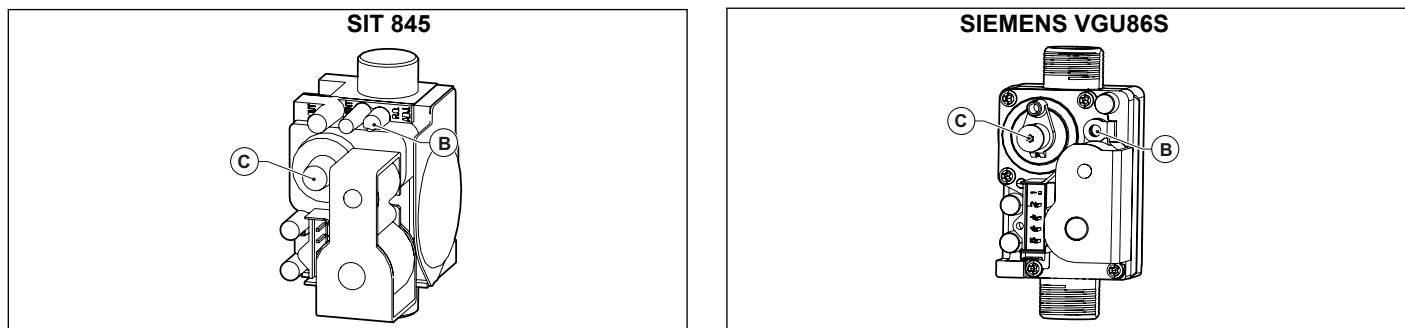

Fig. 36
- Reglăți valoarea dioxidului de carbon (CO2) din gazele arse, rotind regulatorul de raport B (vezi Fig. 36 *Reglarea valvei de gaz*) și asigurați-vă că reintră în limitele din Tab. 17 Valori ale CO2 în gazele arse la pagina 67. Lăsați centrala în modul curățare și treceți la pasul următor de reglare la puterea minimă.
- Reglăți valoarea dioxidului de carbon (CO2) din gazele arse, rotind regulatorul C (vezi Fig. 36 *Reglarea valvei de gaz*) și asigurați-vă că reintră în limitele din Tab. 17 Valori ale CO2 în gazele arse.
- Rotiți regulatorul de raport B (a se vedea Fig. 36 Reglarea valvei de gaz) pentru a regla valoarea oxigenului (O₂) din gazele de ardere până când aceasta se încadrează în limitele Tab. 19 Valorile de O₂ în gazele de ardere.
- Verificați dacă valoarea monoxidului de carbon (CO) din gazele de ardere la putere maximă este sub limita de la Tab. 19 Valorile de O₂ în gazele de ardere.
- Rotiți regulatorul de offset C (a se vedea Fig. 36 Reglarea valvei de gaz) pentru a regla valoarea oxigenului (O₂) din gazele de ardere și presiunea de compensare până când ambele se află în limitele valorilor de Tab. 19 Valorile de O₂ în gazele de ardere.
- Verificați dacă valoarea monoxidului de carbon (CO) din gazele de ardere la puterea minimă este încă sub limita de Tab. 19 Valorile de O₂ în gazele de ardere.